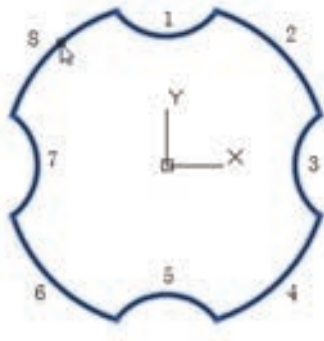

图 9-44 选择要形成面域的对象
- 2) 选择“绘图”→“面域”命令，或者单击“面域”按钮 ，然后使用拾取框依次选择图 9-44 所示的粗实线图元来生成面域。其命令行操作记录如下。